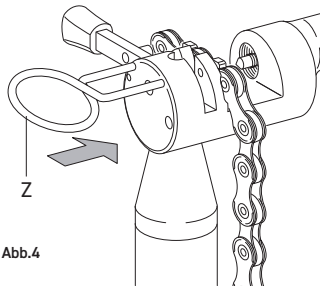

Abb.4
- Das Kettenglied mit der speziellen Sperrvorrichtung (**Z**) (**Abb. 4**) blockieren;